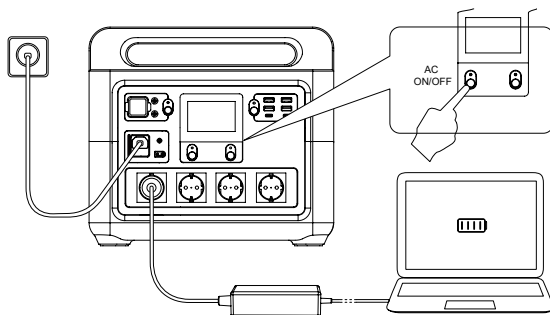

Рисунок 8. Схема використання моделі «PS 1800qc» в режимі безперебійного джерела живлення.
5.2.4 Використання моделі «PS 1800qc» для живлення побутових пристроїв у якості безперебійного джерела живлення (UPS) (рис. 8).